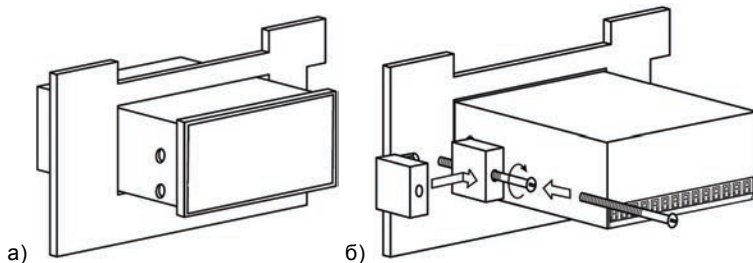

**Рисунок 5.1 – Монтаж прибора настенного исполнения**
- закрепить кронштейн тремя винтами М4×20 на поверхности, предназначенной для установки прибора (см. Приложение А и рисунок 5.1, а);
- зацепить крепежный уголок на задней стенке прибора за верхнюю кромку кронштейна (рисунок 5.1, б);
- прикрепить прибор к кронштейну винтом М4×35 из комплекта поставки (рисунок 5.1, в).